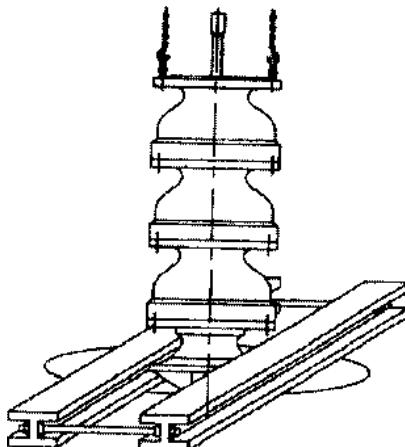

Рисунок 7
2. Поместить две двутавровые опоры поперек отверстия плиты основания, достаточно прочные, чтобы выдерживать вес всего насоса в сборе. Эти двутавровые балки должны быть соединены резьбовыми шпильками и гайками так, чтобыочно прижимать их друг к другу для опоры насоса. (См. рисунок 7).
- Прикрепить стропу к подъемным зажимам, рым-болтам или подъемной скобе и поднять ее в положение над отверстием основания. (См. рисунок 7).